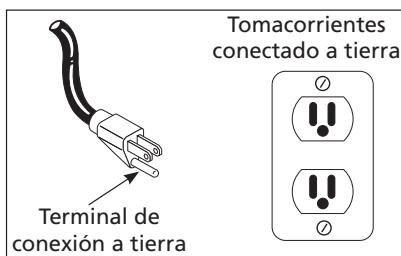

Figura 4 - Méthode de mise à la terre
- Este producto está diseñado para circuitos nominales de 120 voltios y tiene un enchufe para conexión a tierra similar al de la Figura 4. Cerciórese de conectarlo a un tomacorrientes cuya configuración sea similar a la del enchufe. Este producto se debe conectar a tierra. En caso de que ocurra un cortocircuito, ésto evitaría el riesgo de choque eléctrico al ofrecerle un cable de desvío a la corriente eléctrica. Este producto tiene un cordón con un alambre y terminal de conexión a tierra. Debe conectarlo a un tomacorrientes que esté instalado adecuadamente según los códigos y ordenanzas locales.